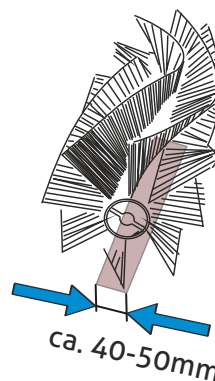

Abb. 58
- **Die Form des Kehrspiegels sollte ein gleichmäßiges Rechteck ergeben (siehe Abb. 58).**
- Ggf. den Einstell Vorgang über den Rändelknopf wiederholen bis der gewünschte Kehrspiegel erreicht ist. (Kap 7.6, Abb. 58)